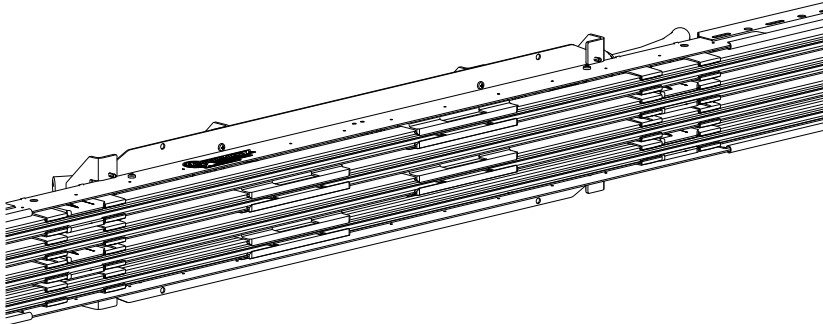
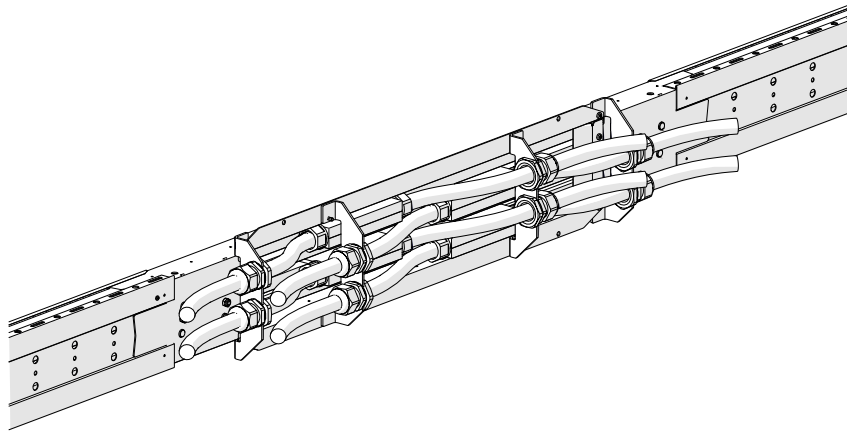

Abb. 43: Ansicht von vorne
Abb. 44: Ansicht von hinten
8. Alle weiteren Schleifleitungspole auf die gleiche Weise montieren und die Hilfskonsolen wieder aus dem ProShell-Tragprofil entfernen (siehe Abb. 43 und Abb. 44).